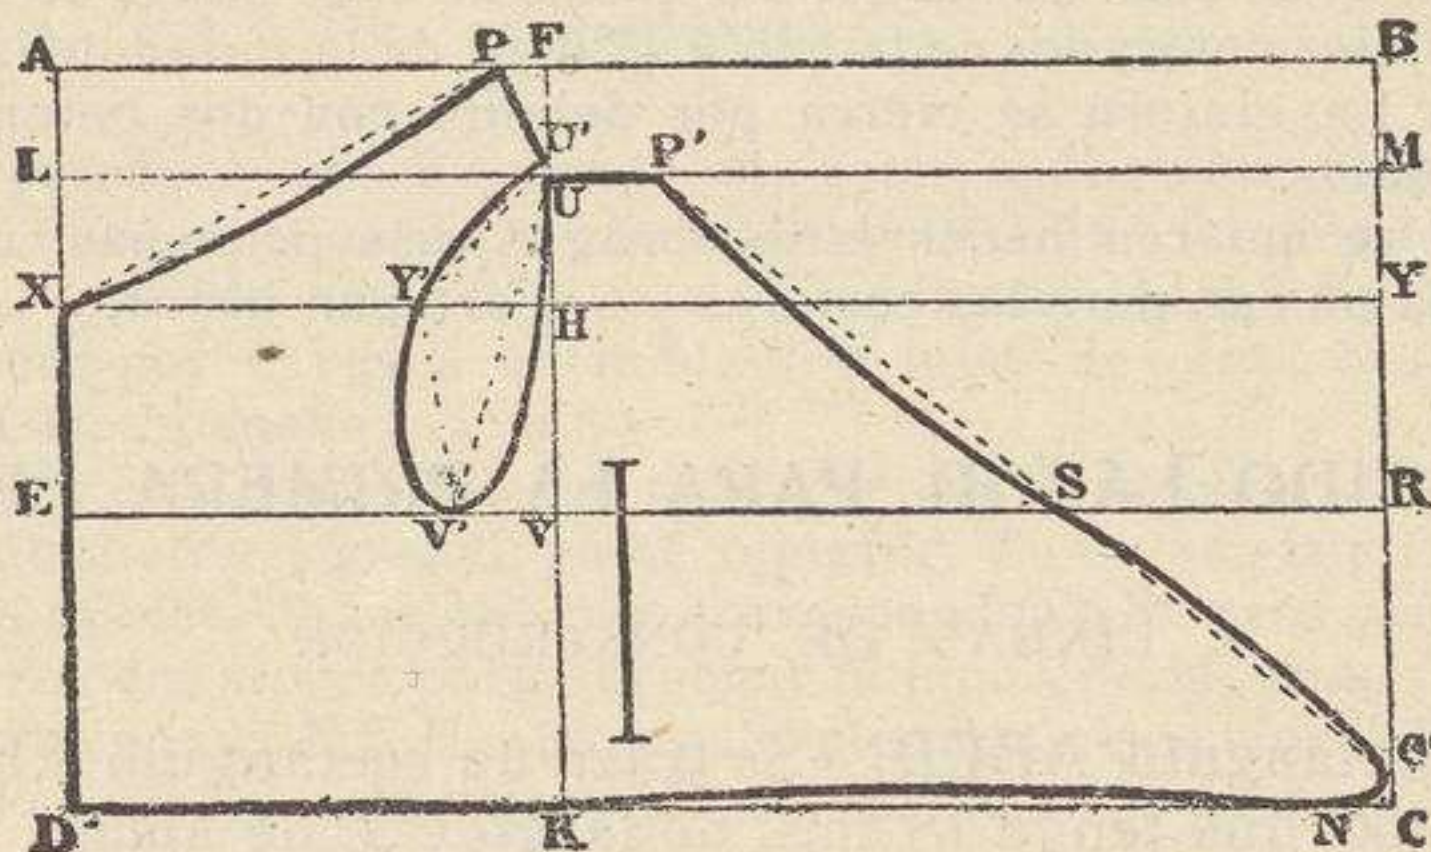

Fig. 136 ( $\frac{1}{5}$  del tamaño real).—Vestido largo.
**Rectángulo ABCD.**—Se traza un rectángulo ABCD (fig. 136) que tenga 18 cms. de largo y 32 de ancho.